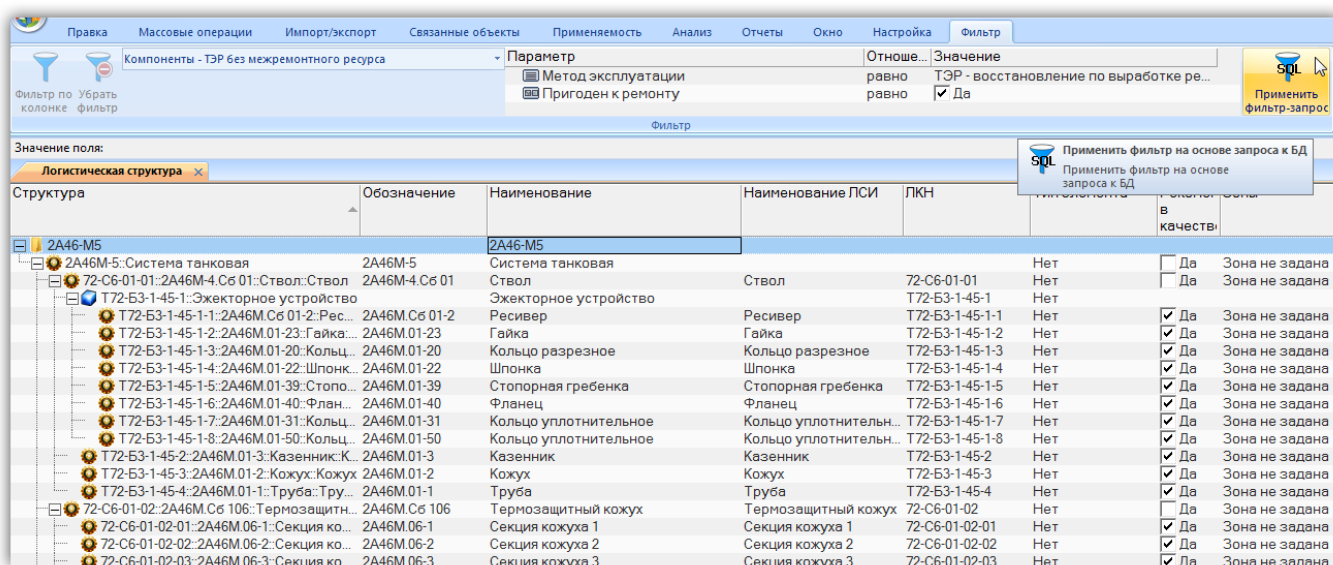
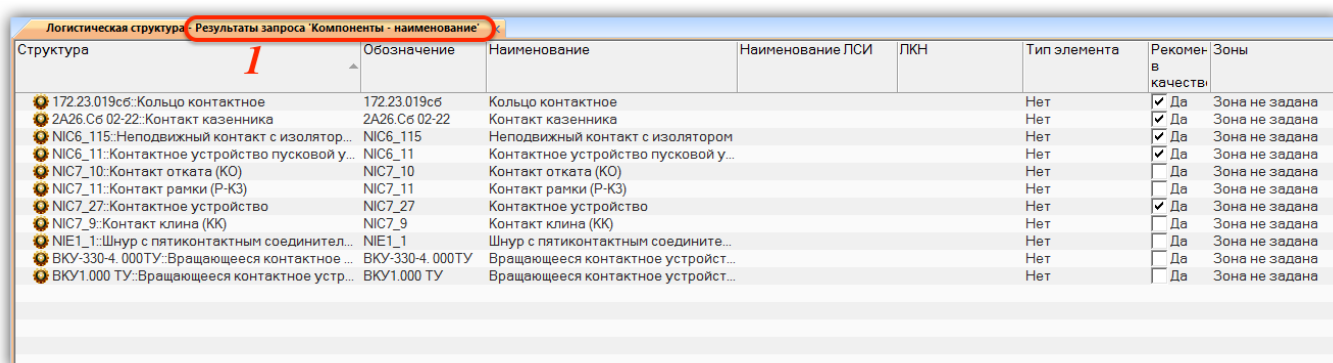

Рис. 5-57 – Исходный вид рабочего окна «Логистическая структура»
Рис. 5-58 – Результат действия фильтра-запроса «Компоненты – наименование»
4) Отобранные объекты выводятся списком, без учета структуры данных. На рис. 5-57 приведен пример исходного вида окна «Логистическая структура», а на рис. 5-58 – результат действия фильтра-запроса, выполняющего поиск по полю «Наименование» слова «Контакт». Имя фильтра-запроса отображается в заголовке рабочего окна (1 на рис. 5-58).